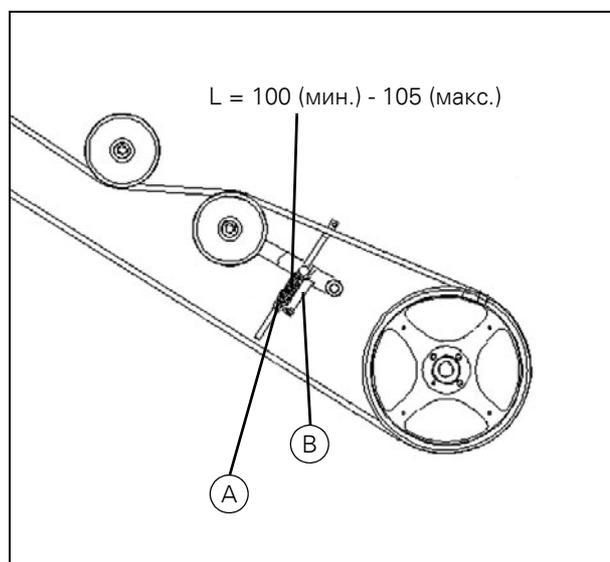

Рисунок 19
3. Ослабьте ремень при помощи пружины (A).
5. Отрегулируйте пружину (A) на натяжителе ремня до длины 100 мм и зафиксируйте ее контргайкой. При установке нового ремня пружину можно отрегулировать до 97 мм, так как новый ремень слегка растянется через некоторое время (Рис. 19).
**Примечание:** Проверьте натяжение пружины при помощи специального инструмента 28780689 (B), поставленного вместе с машиной. Если длина пружины превышает 105 мм, требуется натяжение ремня.